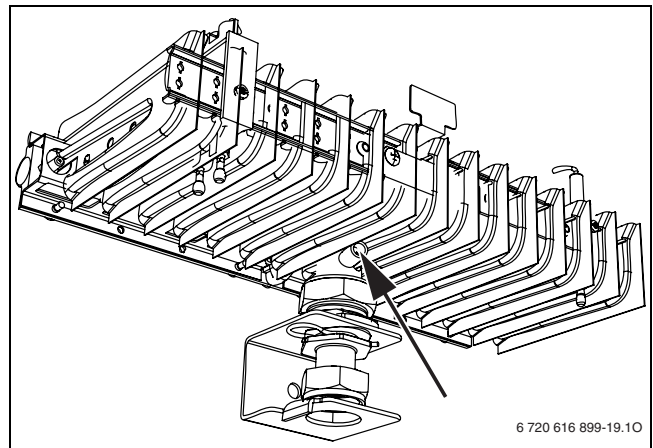

Fig. 44
- Pour « min » prendre la pression aux injecteurs indiquée (mbar) dans le tableau sur la page 56. Régler la pression aux injecteurs au moyen de la vis de réglage de débit gaz minimal (→fig. 44 [2]).